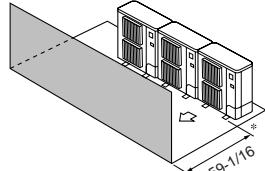

Fig. 2-10
③ Obstacles uniquement à l'avant (Fig. 2-10)